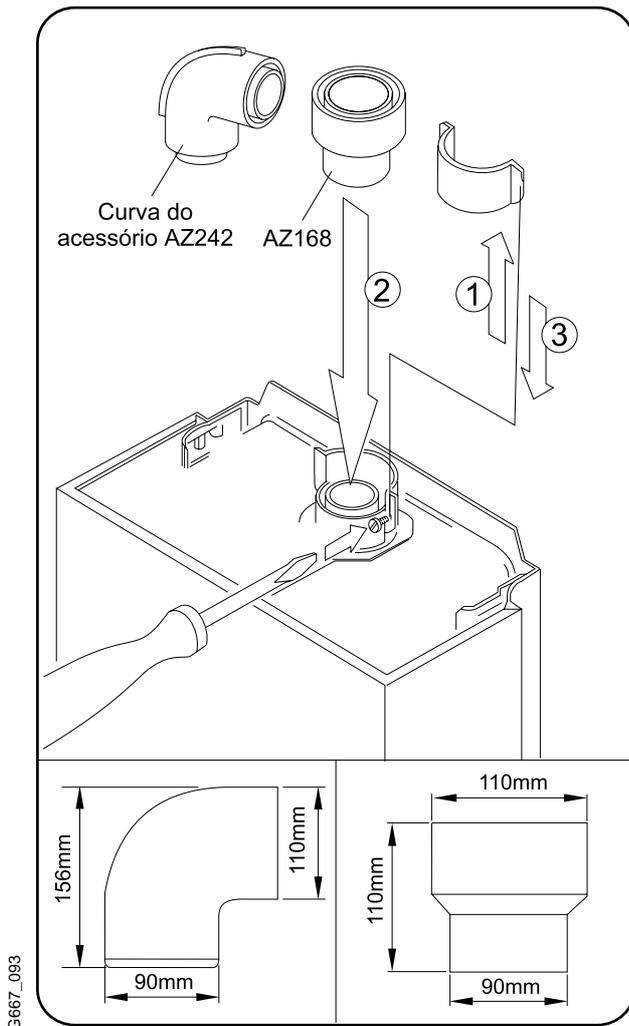

Fig. 2
1. Desapertar o parafuso (pos. 1, fig. 2) e retirar a abraçadeira.
2. Colocar o adaptador AZ 168 ou a curva do acessório AZ 242 (pos. 2, fig. 2).